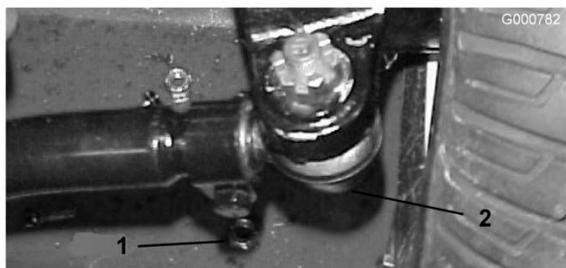

Bild 72
- Entfernen Sie den Splint und die Mutter von einem der Spurstangen-Kugelgelenke. Entfernen Sie das Spurstangen-Kugelgelenk vom Achsständer (Bild 72).
- Lockern Sie die Klemmen an beiden Enden der Spurstangen (Bild 72).